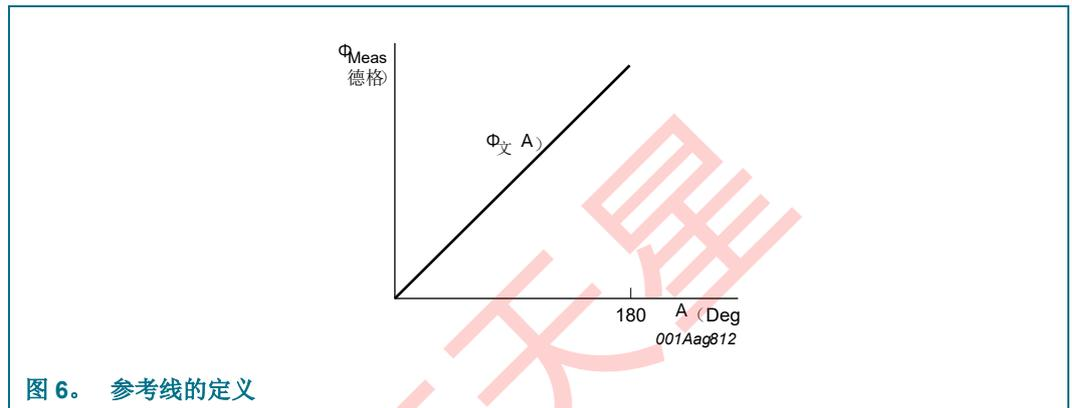

图 6. 参考线的定义
KMA221 的角测量误差是由线性误差、温度漂移误差和滞后误差造成的。图 6 显示理想传感器的输出信号，其中测量的角度 ϕ_{Meas} 理想地对应于磁场角 ϕ 。这条曲线代表角度参考线 $\phi_{文} (A)$ 斜率为 $0.5\%V_{女儿}/度$ 。